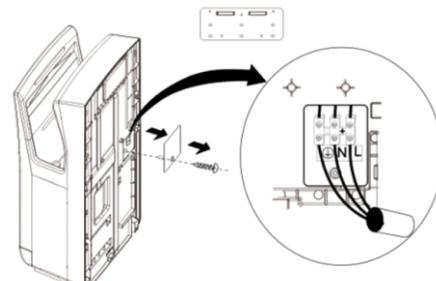

Рисунок 3
3. Подключите питание (коммутация). (Рисунок 3).